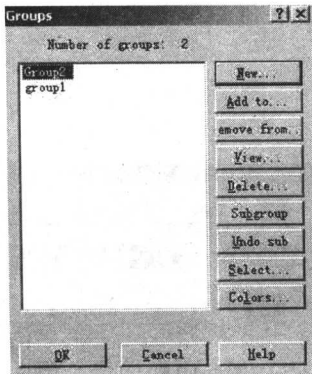

图 1.18
- **Groups:** 将选取的图形进行群组,变为一个整体进行各项操作。单击此命令后将打开 Groups (群组)对话框,从中可以进行群组命名和删除等相关操作,如图 1.18 所示。